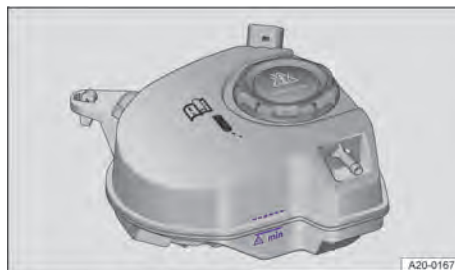

Fig. 211 Dans le compartiment avant : repère sur le vase d'expansion de liquide de refroidissement (schéma de principe)
1. Vérifiez le niveau de liquide de refroidissement à froid à l'aide des repères latéraux du vase d'expansion de liquide de refroidissement → fig. 211. Le niveau de liquide de refroidissement doit se situer entre les repères.
2. Versez uniquement du liquide de refroidissement neuf conforme aux spécifications jusqu'au repère supérieur du niveau de remplissage → page 381. Après avoir fait l'appoint de liquide de refroidissement, le niveau de liquide de refroidissement doit se situer entre les repères sur le vase d'expansion → fig. 211.